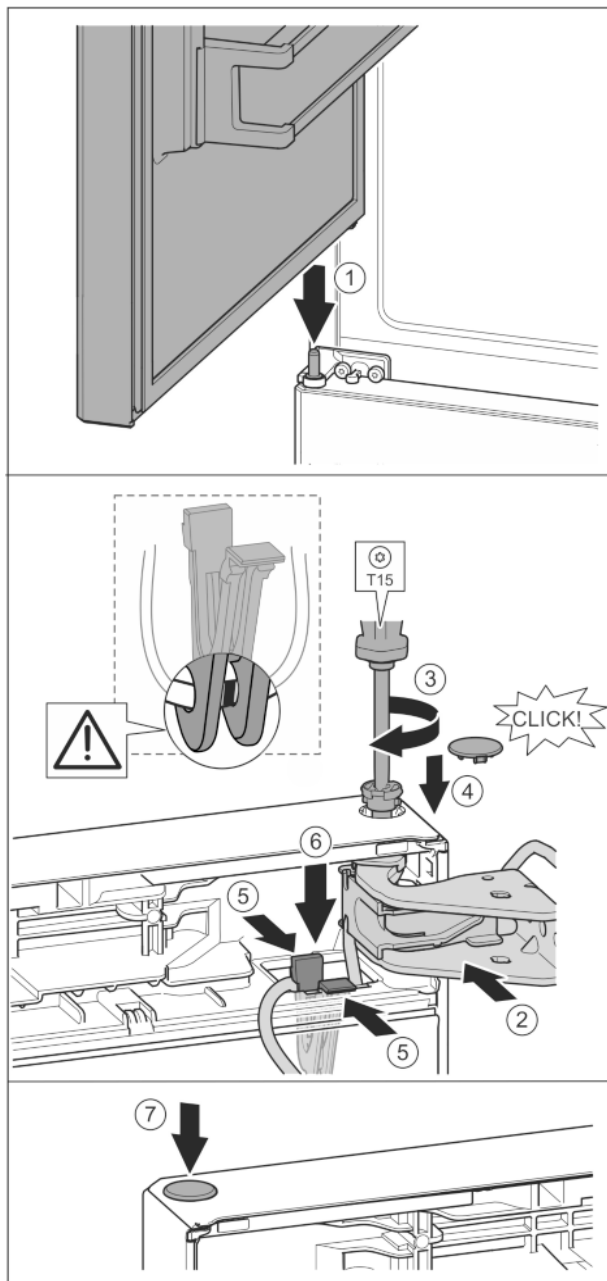

Fig. 40
- Uzlieciet augšējās durvis uz vidējā gultņa balsta Fig. 40 (1)
- Nolīmeņojiet durvju augšdaļu pret atveri gultņa balstā. Fig. 40 (2)
- Ievietojiet tapu un pieskrūvējiet ar skrūvgriezi T15. Fig. 40 (3)
- Uzmontējiet aiztura pārsegu, lai nostiprinātu durvis: ievietojiet aiztura pārsegu un pārbaudiet, vai tas balstās uz durvīm. Pretējā gadījumā pilnīgi ievietojiet tapu. Fig. 40 (4)
- ▶ Ievietojiet turētāju ar pie tā piestiprināto kabeli atverē. *Fig. 40 (5)*
- ▶ Spiediet turētāju uz leju, līdz uzliktnis nofiksējas. *Fig. 40 (6)*
- ▶ Ievietojiet aizbāzni. *Fig. 40 (7)*